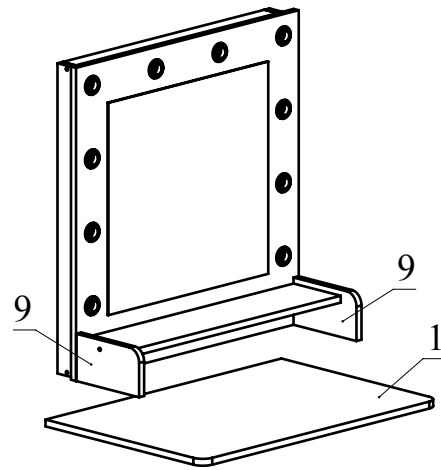

Рис.7
5. Установите полученную сборку на деталь 1 и соедините при помощи конфирматов (Рис. 7).